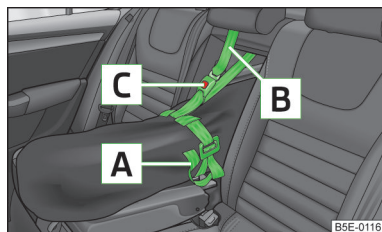

Fig. 78
- Fissare il nastro di trazione **A** all'estremità libera, per fissare gli sci davanti agli attacchi » fig. 78.
- Quando la sacca contiene gli sci, essa deve essere assicurata con il nastro di fissaggio **B** » fig. 78.